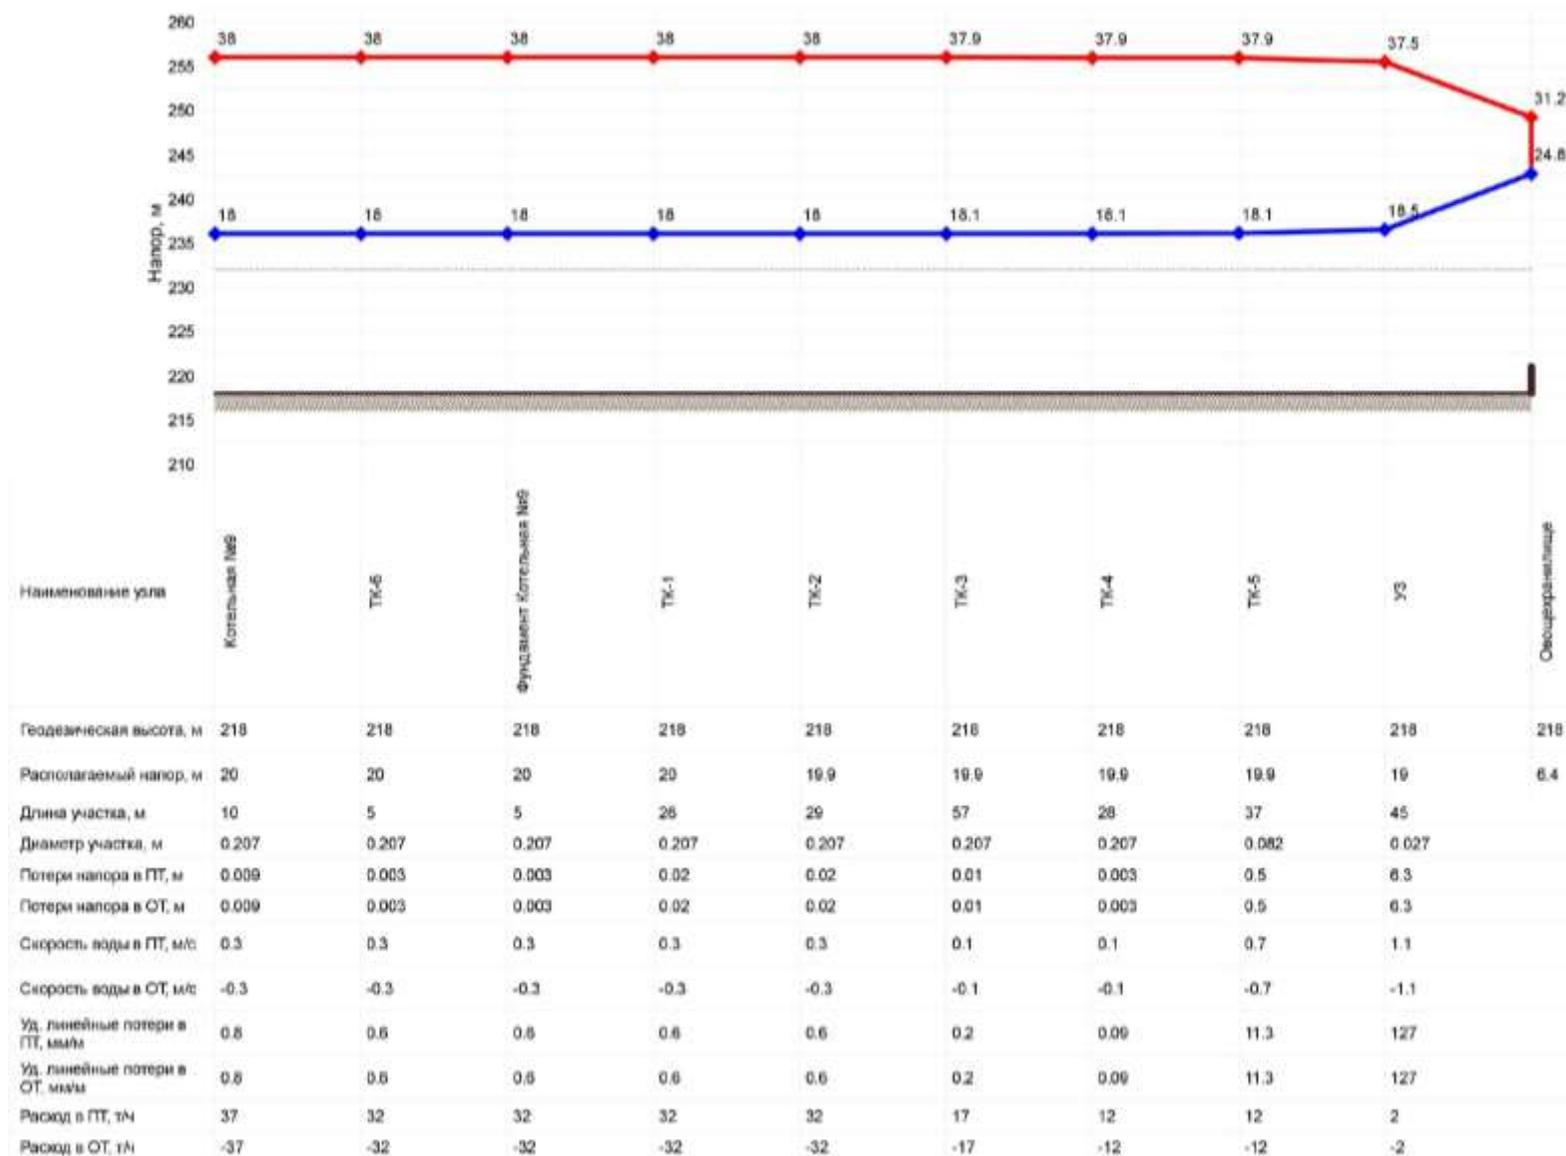

Рисунок 30 - Пьезометрический график от котельной № 9 до здания по ул. Рихарда Зорге, 157
– расчетный путь от котельной № 9 до здания по ул. Рихарда Зорге, 157 (рисунок 29), основные характеристики теплопровода и режимные параметры теплоносителя (таблица 15), результаты гидравлического расчета, пьезометрический график (рисунок 30).